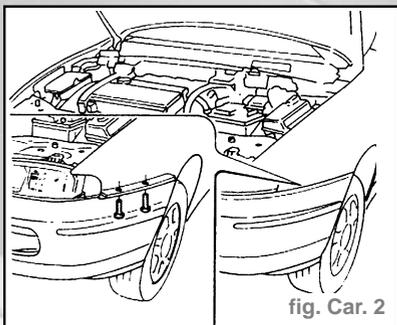

fig. Car. 2
- Dévisser les vis de fixation du pare-chocs sur l'aile AV (fig. Car. 2).